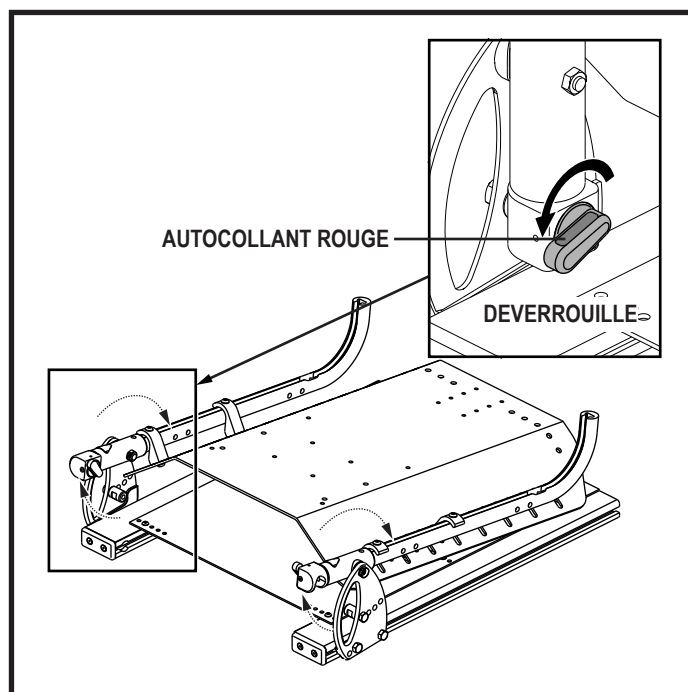

Figure 6. Montants de dossier repliables (Déverrouillé)
1. Tournez les leviers (un sur chaque montant) vers l'arrière pour débloquer le dossier. **Voir la figure 6.**